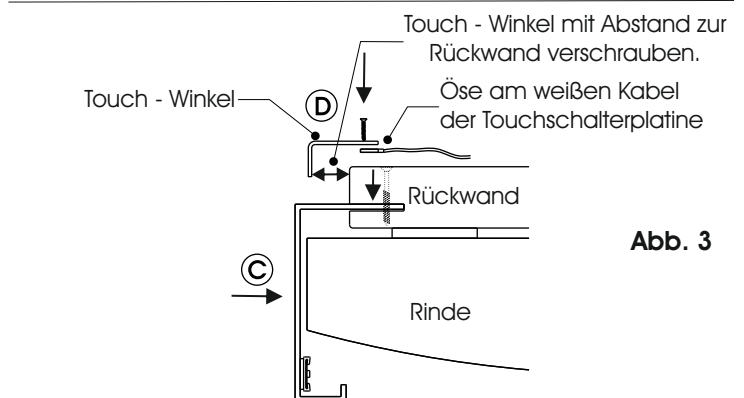

Abb. 3
- Montieren Sie nun den Touchwinkel, der als Schalter für die Beleuchtung dient. Dieser wird ca. 25cm von der Oberkante des Paneels auf die Rückwandplatte mit Abstand zur besseren Erreichbarkeit geschraubt. (Abb. 3) Schieben Sie hierzu zunächst die Öse (am weißen Kabel der Touchschalterplatte) zwischen dem Touchwinkel und der Rückwand und verschrauben die Teile mit den bei liegenden $\varnothing 3 \times 10 \text{mm}$ Schrauben.